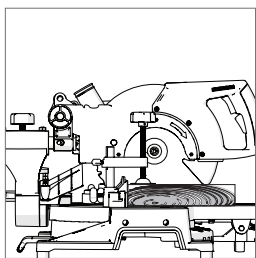

Fig. 28
- Toujours pousser la tête de coupe complètement en arrière à chaque coupe. **(Fig. 28)**